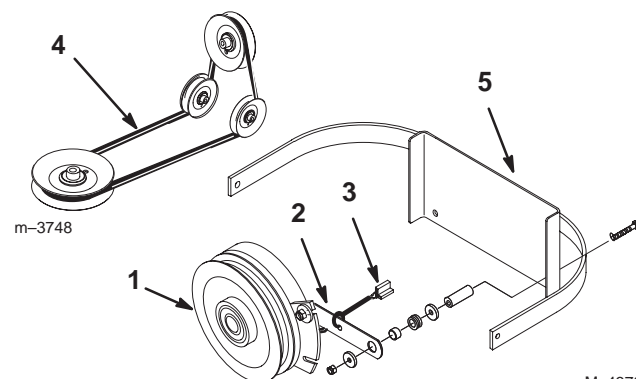

Figure 67
- Retirez la barrette de retenue de l'embrayage du bâti de la machine et débranchez la borne de l'embrayage du faisceau de câblage (Fig. 67).
- Posez la barrette de retenue de l'embrayage et branchez la borne de l'embrayage au faisceau de câblage (Fig. 67).